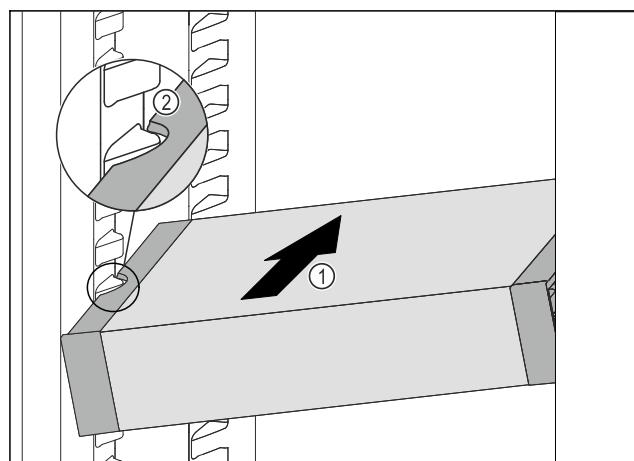

Fig. 82
- Împingeți VarioSafe oblic în frigider Fig. 82 (1), până când degajările laterale Fig. 82 (2) ale VarioSafe-ului să fie înlăturate nervurii recipientului din frigider.